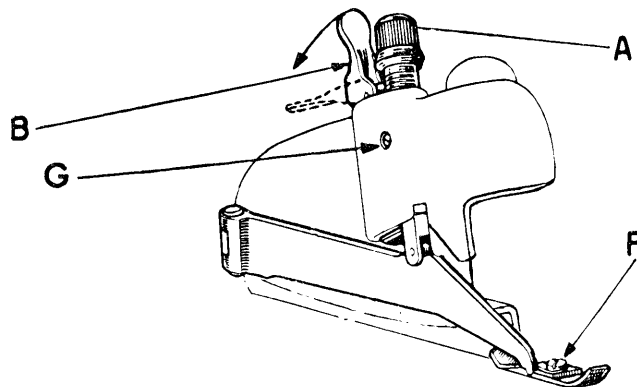

fig. 18
b) Cambio Ago (fig. 18)
c) Posizionamento e regolazione pressione del piedino (fig.18)